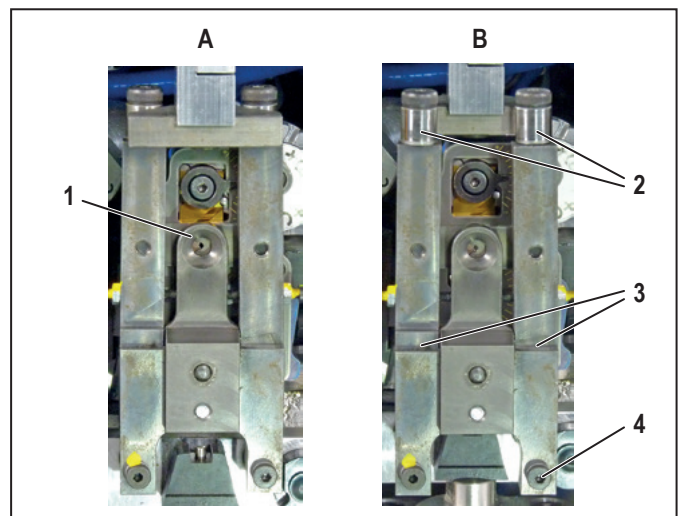

Bild 7.4 Litzenfixiereinheit in Betriebsposition (A) und nach vorn gezogen (B)
- Ziehen Sie die Litzenfixiereinheit nach vorn (Bild 7.4, B).
- Prüfen Sie, ob die Laufrollen (2) leichtgängig sind. Bei Bedarf ölen Sie die Drehpunkte der Laufrollen.
- Ölen Sie die Drehpunkte (3) der Litzenfixiereinheit.
- Stellen Sie sicher, dass sich die Litzenfixiereinheit in der vorderen Position befindet (Bild 7.4, B).
- Entfernen Sie die rechte untere Schraube der Litzenfixiereinheit (Bild 7.4, 4).